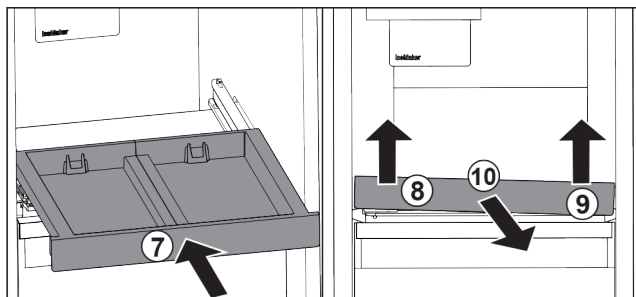

Fig. 35
- ▶ Rentrer le compartiment coulissant. Fig. 35 (7)
- ▶ Soulever le compartiment coulissant au niveau de la partie avant gauche. Fig. 35 (8)
- ▶ Soulever le compartiment coulissant au niveau de la partie avant droite. Fig. 35 (9)
- ▶ Retirer le compartiment coulissant par l'avant. Fig. 35 (10)